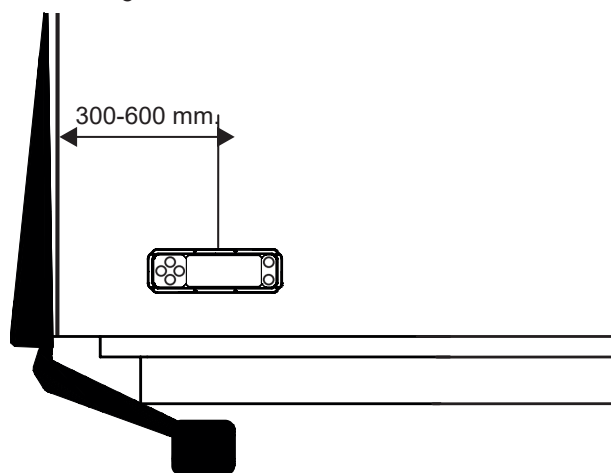

Figure 65. Installation de l'actionneur
2. Une fois le câble retiré, reconnectez-le à l'actionneur et fixez-le avec le crochet de verrouillage. Ensuite, vissez l'actionneur sur l'armoire. Voir Figure 65